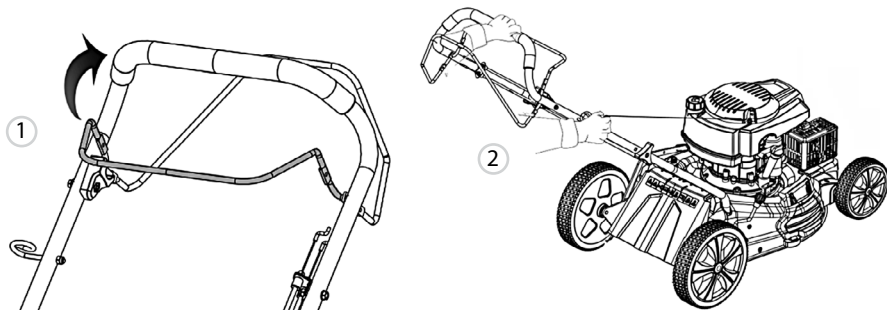

Рис. 9
4. Зажмите рычаг привода ножа 1 (рис. 9), медленно вытащите шнур ручного стартера, пока не почувствуете сопротивление, а затем быстро потяните его (2, рис. 9). Повторите данный процесс несколько раз до запуска двигателя.